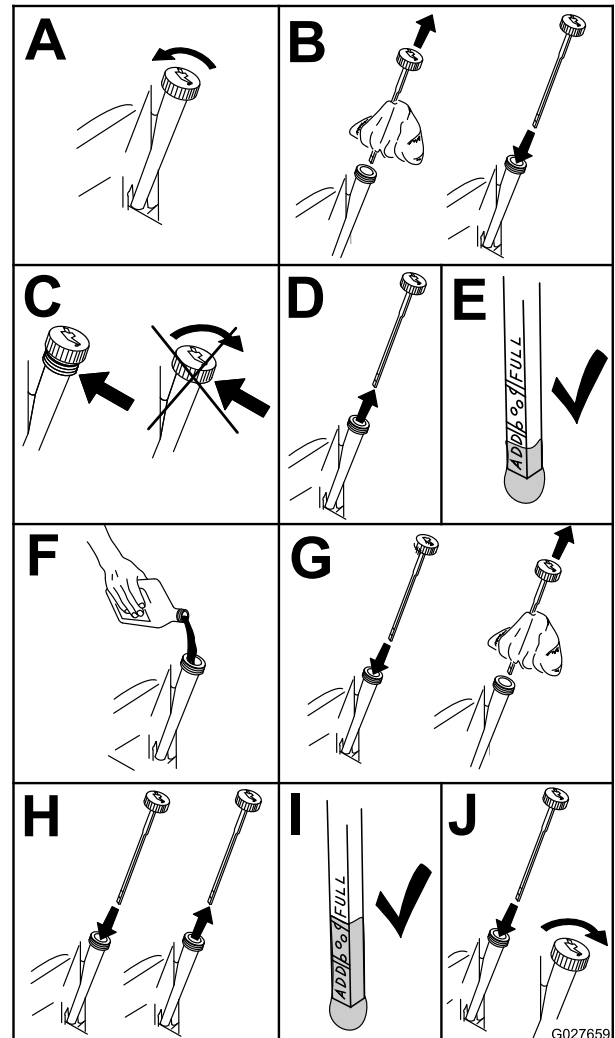

Figure 52
2. Avant de quitter la position d'utilisation, coupez le moteur, retirez la clé de contact et attendez l'arrêt complet de toutes les pièces mobiles (Figure 52).